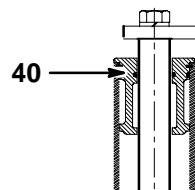

Fig. 7
- a. Fjern den nederste stempelholdering (100). Efterser den for beskadigelse eller slitage, og udskift den om nødvendigt med en ny.
- b. Afmonter stemplet (110) fra holdestangen (80), og efterser det for beskadigelse og slitage. Udskift det om nødvendigt med et nyt.
- c. Fjern de to gamle O-ringe (70) og (120) i afsnittet. Dele fra indersiden og ydersiden af stemplet. Udskift O-ringene med nye O-ringe.
- e. Sæt stemplet (110) tilbage på løftestangen (80). Anbring det mod den øverste holdering.
- aa. Klik den nederste stempelholdering (100) tilbage i rillen mellem bunden af stemplet og enden af løftestangen.
- ab. Sæt forsigtigt løftestangen (80) tilbage i cylinderen. Tryk stangen lodret ned så langt som muligt.
8. Eftersyn af styrebøsningen (fig. 7):